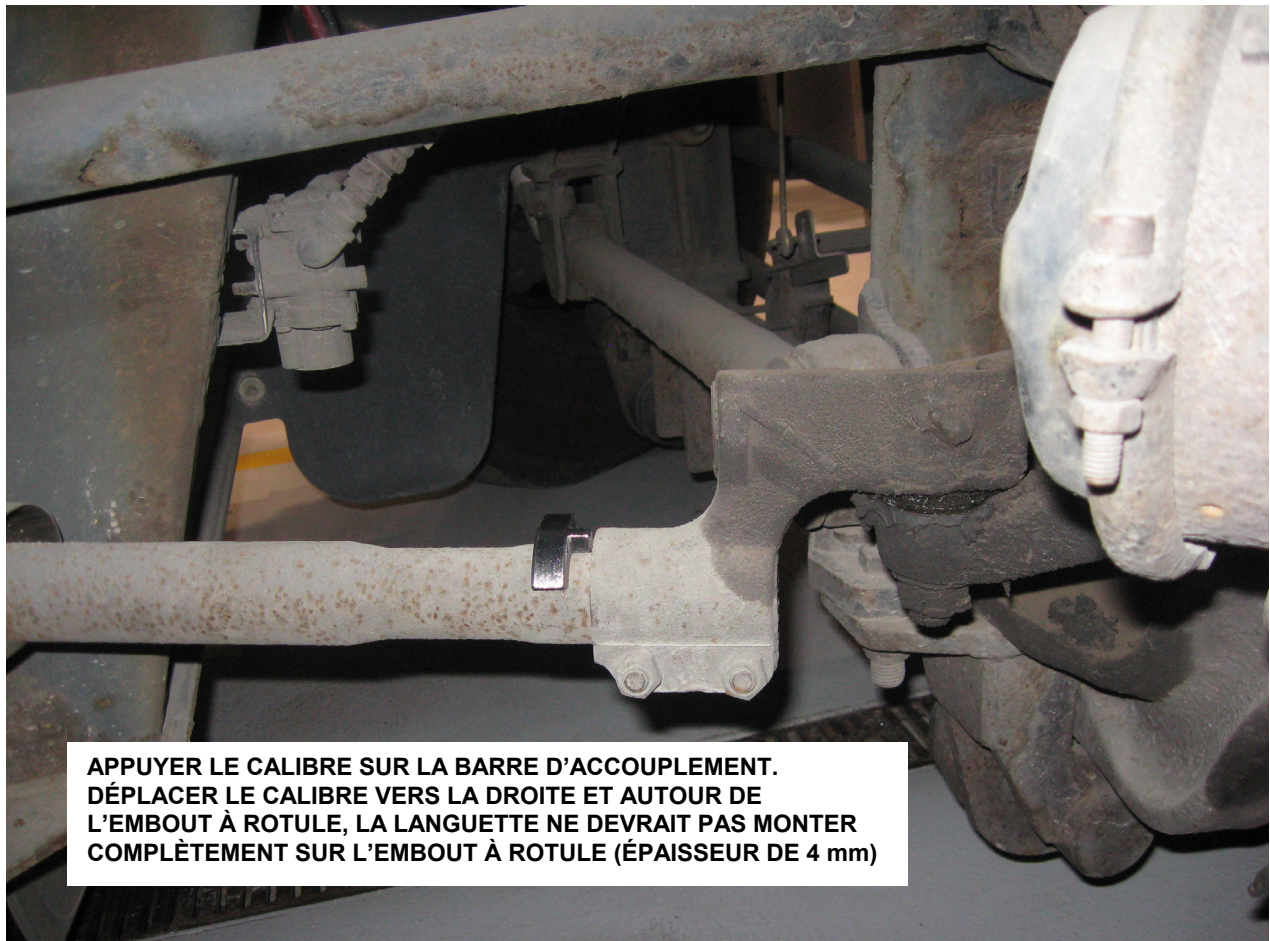

FIGURE 3
2. Nettoyer la surface de l'embout à rotule et également la surface de la barre d'accouplement près de l'embout à rotule pour assurer des mesures précises (Voir figure 3).
3. Utiliser le calibre «entre-n'entre pas» fourni (169159) pour vérifier l'épaisseur de la paroi de l'embout de la barre d'accouplement situé près de la roue avant gauche sans avoir à démonter la barre d'accouplement. **L'épaisseur minimale de la paroi est de 4 mm (5/32 po)**. Tout en étant appuyé sur la barre d'accouplement, si vous pouvez monter le calibre sur l'embout jusqu'à 10 mm (3/8 po) de l'extrémité, l'embout doit être remplacé. (Voir les figures 3, 4 et 5).